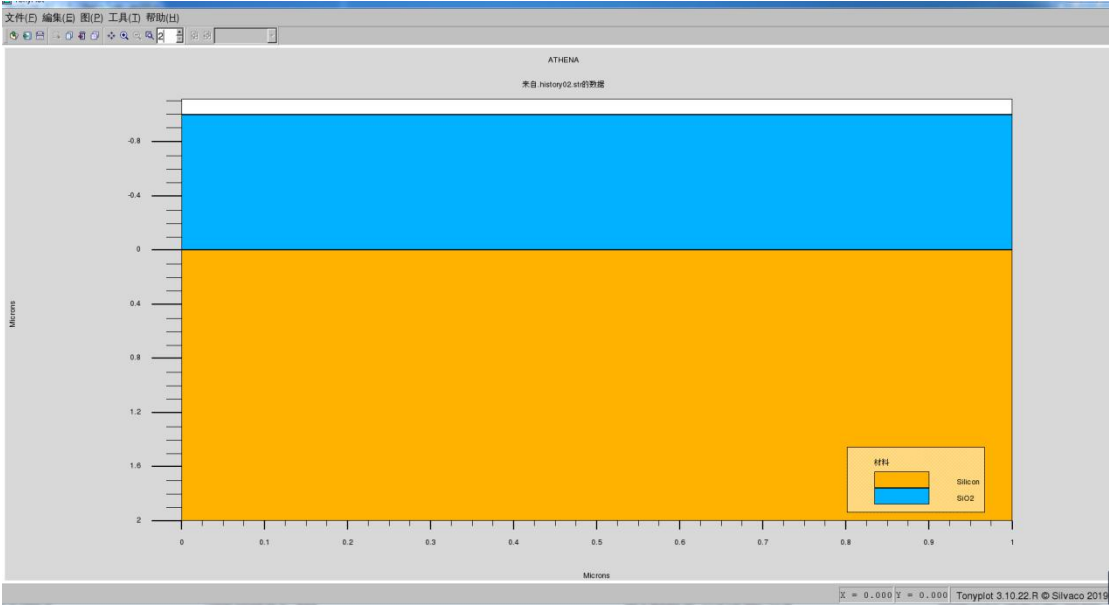

图 12
(2) 运行 Athena 并绘图，观察氧化层是否已淀积上，步骤基本同步骤 3：我们在文本窗口中输入如下语句：`struct outfile=.history02.str`，单击控制栏里的 run 键，然后使此时结构可视化如图 12 所示。从图可以看出，一个氧化层淀积在了硅表面。
作业 2.请测量一下图 12 中淀积氧化层的厚度是多少？